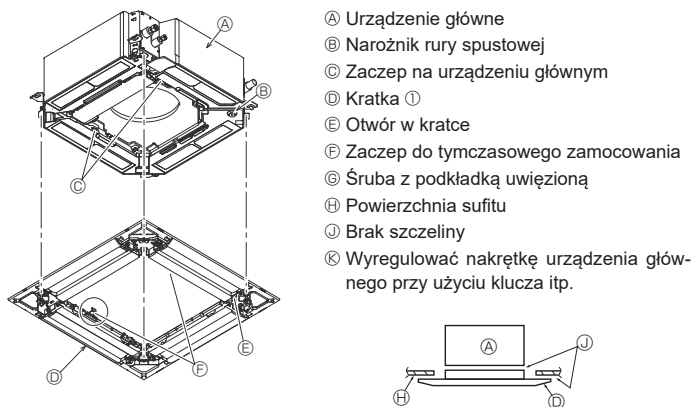

Fig. 9-6
9.4.2. Tymczasowe zamocowanie kratki (Fig. 9-6)
- Zamocować kratkę na urządzeniu głównym, dokręcając wstępnie wkręcone śruby. (Fig. 9-6).
- Upewnić się, że nie ma szczeliny pomiędzy urządzeniem głównym i kratką oraz pomiędzy kratką i powierzchnią sufitu. (Fig. 9-6).